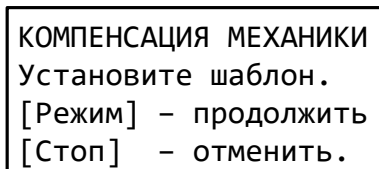

Рисунок 23 – Сообщение «Компенсация механики»
5.6.8 Выбрать пункт меню 9 «Компенсация механ.» и нажать [Пуск] – появится сообщение (рисунок 23).